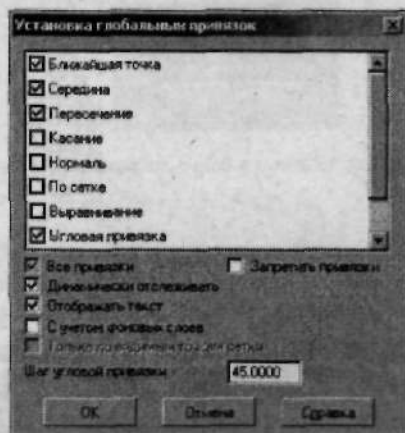

Рис. 4.9. Настройте глобальные привязки
8. Установите глобальные привязки, для чего щелкните по кнопке **2**. В появившемся диалоговом окне поставьте галочки напротив следующих привязок: **Ближайшая точка**, **Середина**, **Пересечение**, **Угловая привязка**, **Центр**, **Точка на кривой** (рис. 4.9). Чтобы применить сделанные настройки и закрыть диалоговое окно, щелкните по кнопке **ОК**.